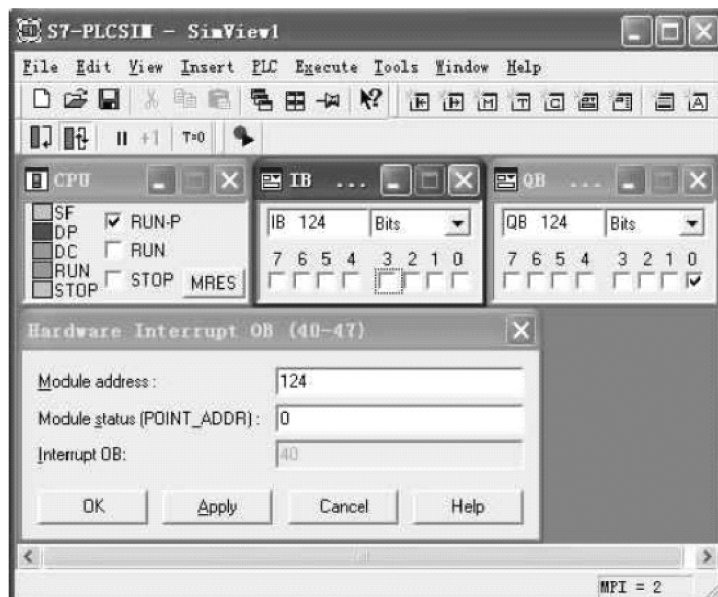

图 5-36 使用 PLCSIM 调试硬件中断画面
1) 首先把 PLCSIM 仿真 CPU 扳动到运行模式, 然后单击 “Execute” → “Trigger Error OB” → “Hardware Interrupt (OB40-OB47)”, 在 PLCSIM 仿真 CPU 中打开硬件中断组织块, 同时插入 IB124 和 QB124 的 I/O 面板, 如图 5-36 所示。